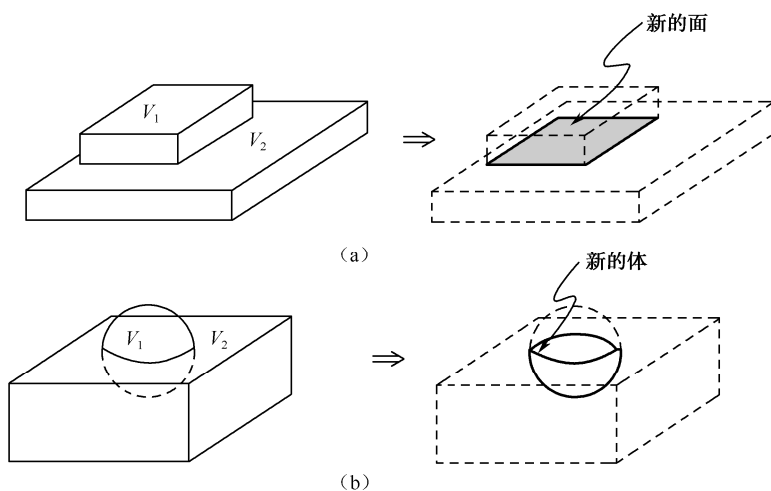

图 2-4 两体相交示意图
(3) 两体相交：得到新的面和新的体，其示意图如图 2-4 所示。